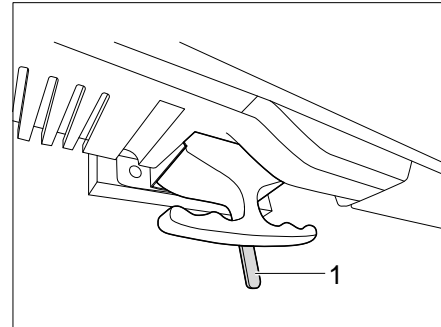

Bild 139 Flachbildschirm Entriegelung
- Hebel (Bild 139,1) nach links schieben. Die Arretierung ist gelöst.
- Hebel (Bild 139,1) in die Mitte schieben. Der Flachbildschirm ist arretiert.